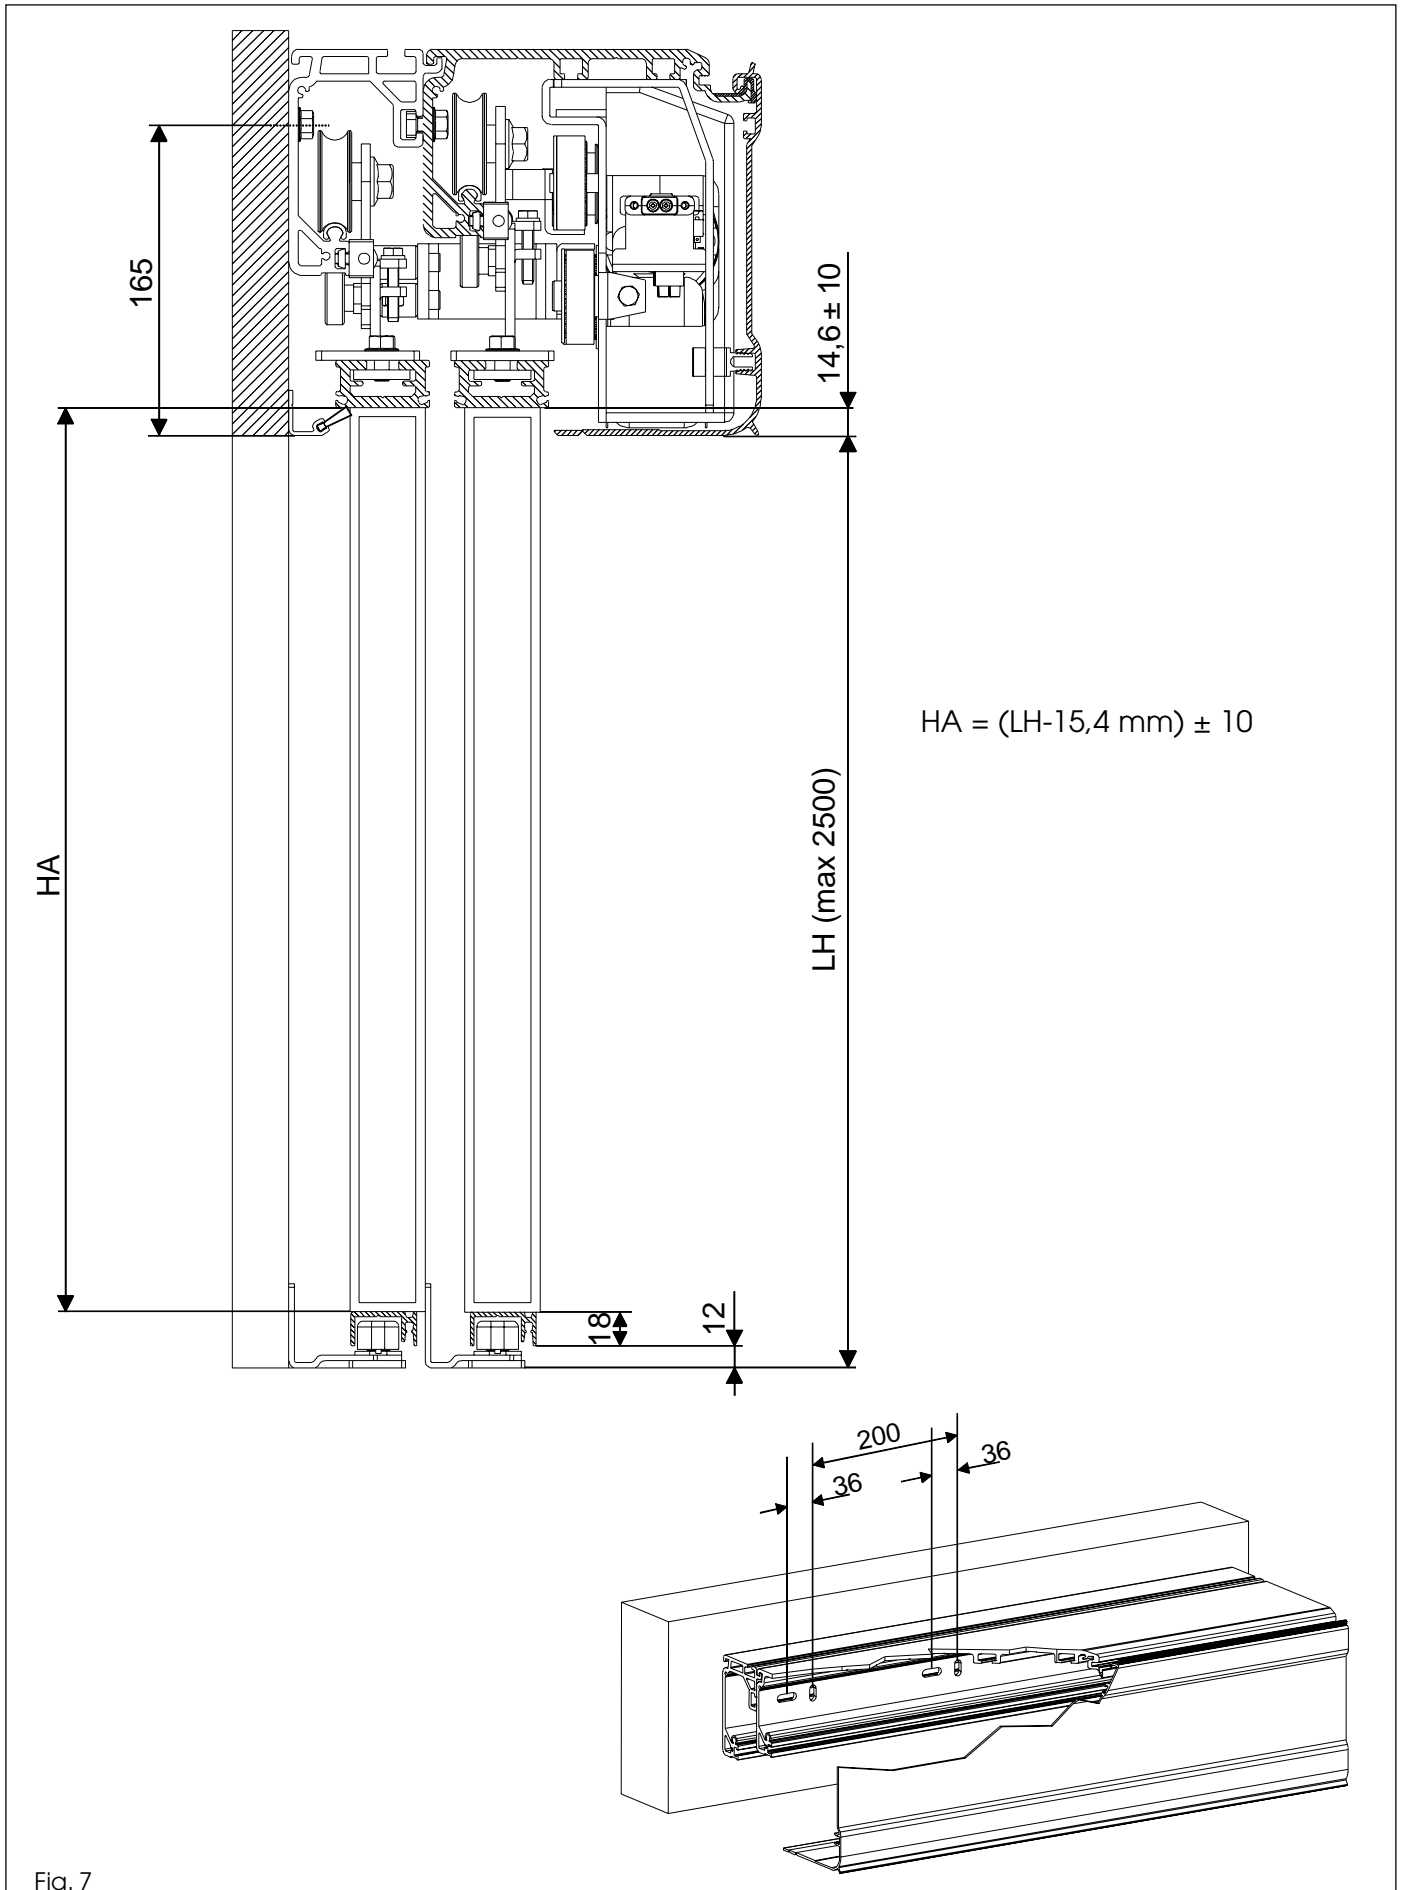

Fig. 7
•Déterminer l'emplacement exact de la poutre en tenant compte des encombrements de la fig. 7. La poutre doit être fixée parallèle au sol.
•Fixer la poutre initialement au niveau d'une rainure verticale à une extrémité, et d'une rainure horizontale à l'autre extrémité (en utilisant des vis M8 et des tasseaux spécifiques) et niveler parallèlement au sol. Réaliser une fixation centrale en soulevant avec force la poutre pour aligner les trois points de fixation. Réaliser les fixations successives en alternant les rainures verticales et horizontales (fig. 7).